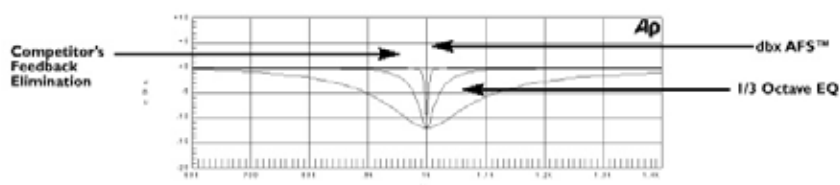

图 1 AFS 224 与 1/3 倍频程图示均衡器对消除频谱的对比
AFS 224 让用户尽可能完善地消除声反馈。过去，用图示均衡器消除系统反馈，这是一种可以接受的消除反馈的方法，但是这种方法经精确测试，清楚的表明，单个 1/3 倍频程的滑竿均衡器大约要去掉一半的信号功率。使用 AFS 自动消除系统特有声反馈，精确的 AFS 滤波器只消除极少量的有害频谱。图 1 的曲线表明 AFS 装置与传统的 1/3 倍频程图示均衡器 (EQ) 消除频谱的对比。